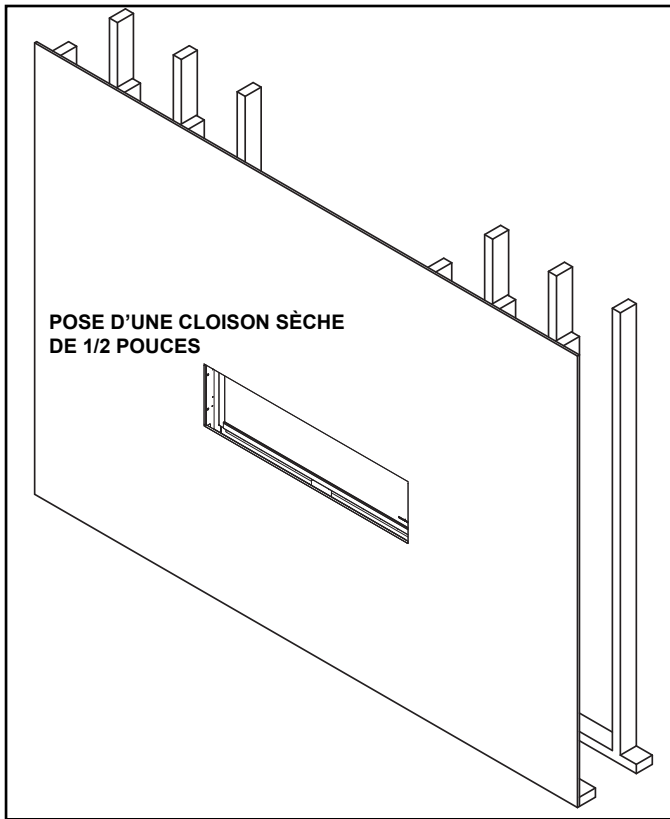
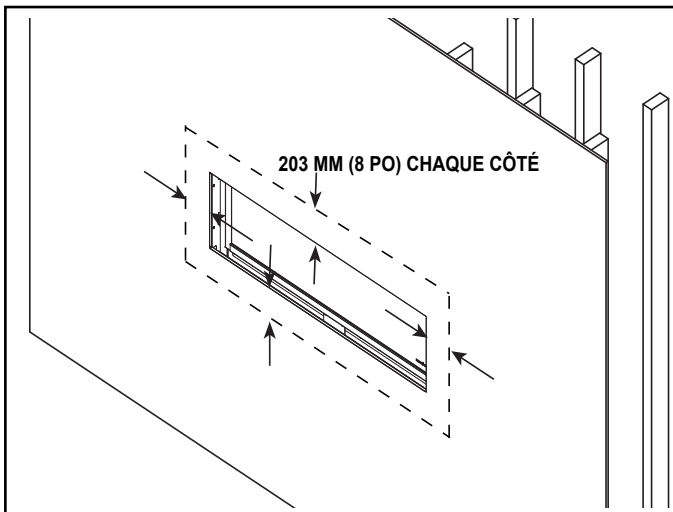

Figure 10.3
Figure 10.4 Application uniforme du mastic de jointoiment
1. Installez les cloisons de 12 mm (1/2 po) au mur. La figure 10.4 affiche PRIMO installé. Le panneau de plâtre de 12 mm (1/2 po) a été installé jusqu'au haut, au bas et aux côtés de l'ouverture de l'appareil, comme il est indiqué aux figures 10.3 et 10.4. Voir la section 10.A pour plus de détails à propos du matériau de revêtement.
2. Appliquez la pâte à joint pour cloisons sèches. Lors de l'application de la pâte à joint, étalez-la uniformément autour de l'ouverture dans la zone illustrée à la figure 10.4. Une surface lisse et uniforme couvrant la zone large du mur est souhaitable pour de meilleurs résultats. Pour obtenir les meilleurs résultats, suivez les conseils ci-dessous.